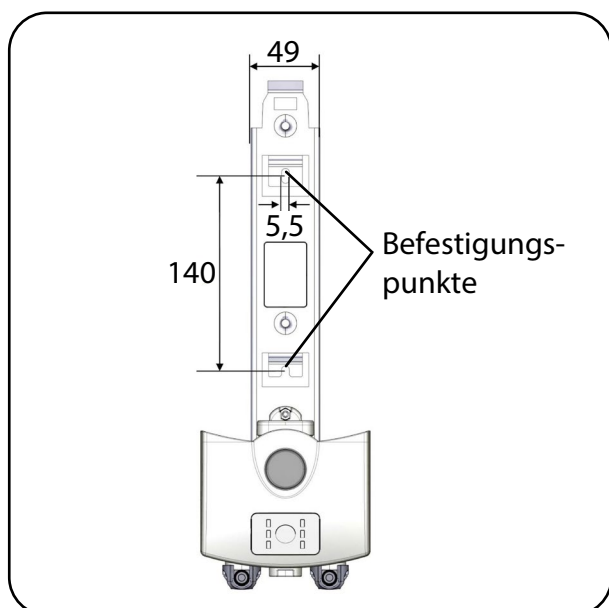

Abb. 6.3.03 – Montageschiene mit Befestigungspunkten
1. Befestigen Sie die Montageschiene senkrecht an einer ebenen und festen Wand (Abb. 6.3.03). Beachten Sie bei der Art der Befestigung das Wandmaterial. Verwenden Sie Dübel und Schrauben entsprechend der Wandbeschaffenheit.